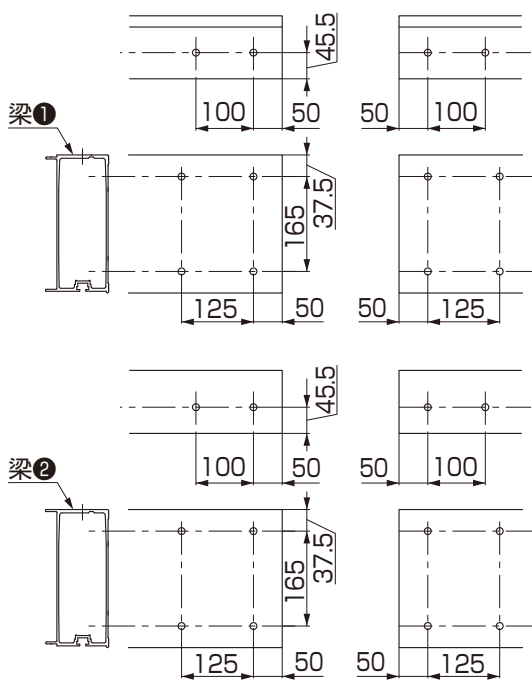
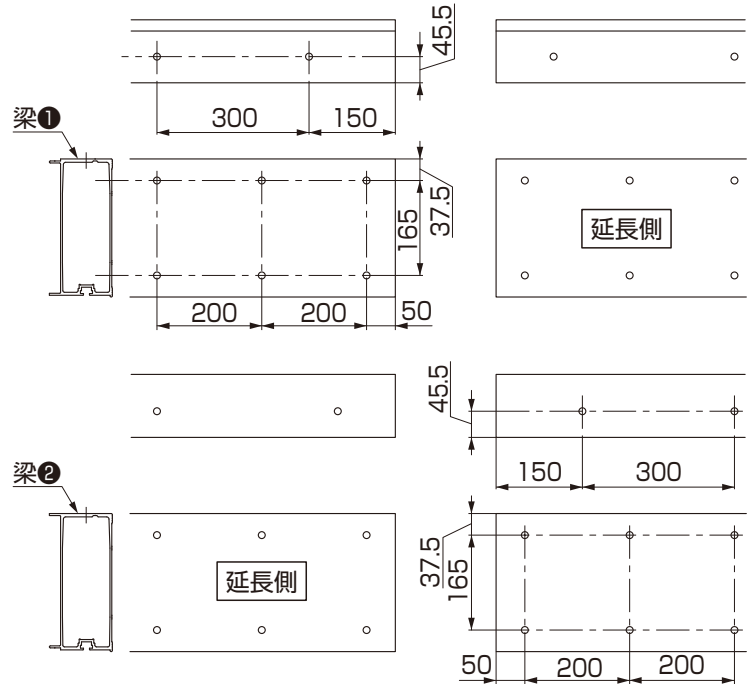

図2-14 横連棟仕様
図2-15 幅18延長仕様
①図2-14、図2-15のように梁①と梁②を加工してください。